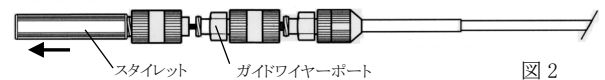

図 2
- ② イントロデューサーのガイドワイヤーポートに接続しているスタイルットを反時計回りに回して緩めた後、3cm 程度引く (図 2)。